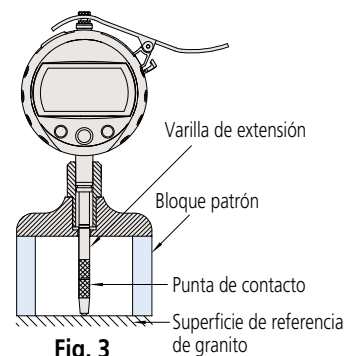

Fig. 3
7. Cuando use varillas de extensión, use un bloque patrón para establecer el punto de referencia. (**Fig. 3**)